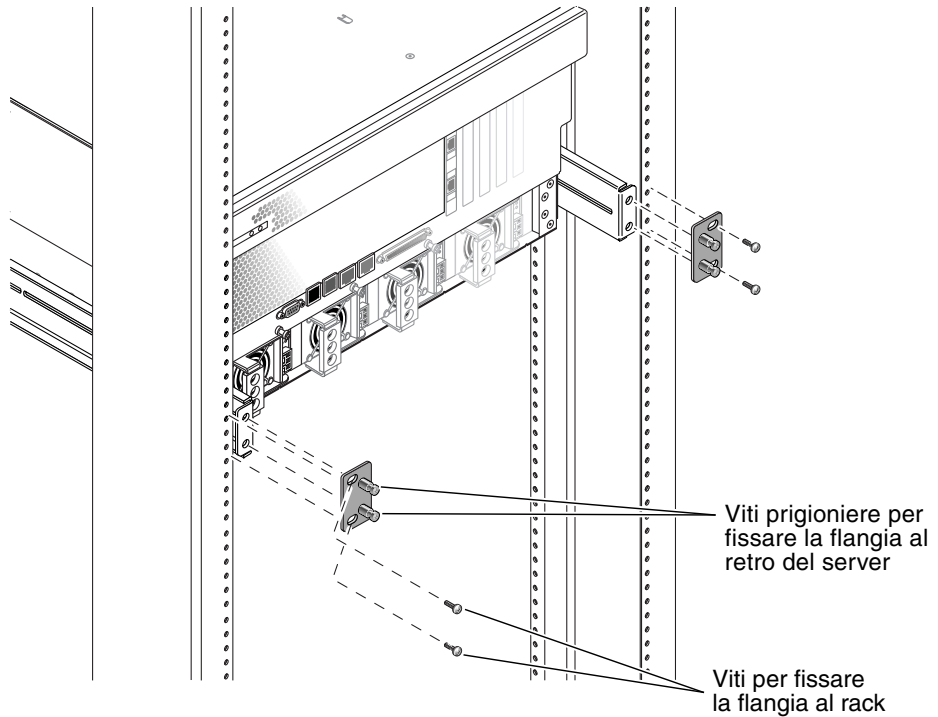

FIGURA 3-5 Fissaggio della parte posteriore del server al rack
9. Sul retro del rack, utilizzare due viti prigioniere per fissare le due flange di montaggio posteriori alle staffe di supporto posteriori attaccate al server (FIGURA 3-5).
10. Utilizzando due viti per ciascuna staffa di supporto posteriore, fissare le staffe di supporto posteriori al retro del rack (FIGURA 3-5).